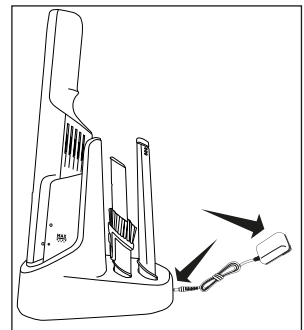
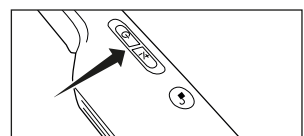

Fig. 2
Fig. 3
2. Enchufe el cargador de la batería en la Estación de Almacenamiento/ Carga y a un tomacorriente (Fig. 2). La luz indicadora de la aspiradora parpadeará en rojo mientras la batería se está cargando. Cuando la luz indicadora esté verde, la batería estará completamente cargada (Fig. 3). El tiempo de carga es de 3 horas aproximadamente.